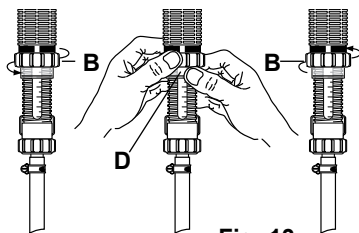

Fig. 13
(Fig. 13-B)
- Ze vasthouden en tegelijk de doorschijnende ring los- of vastdraaien (Fig. 13-D).
- De blokkeeremoer terug vastdraaien (Fig. 13-B).